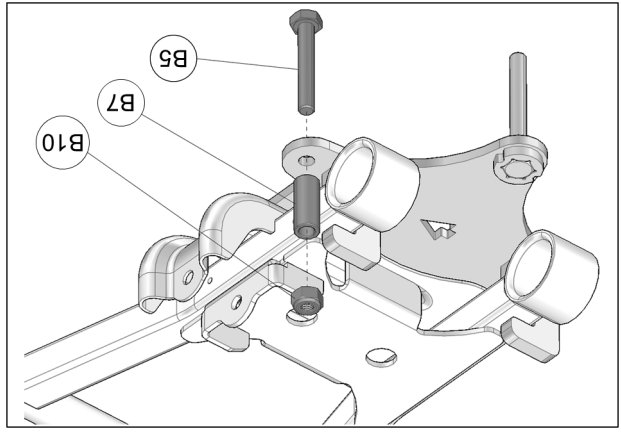

Fig. 7
6. Insérer le boulon M10x65mm (B5) au trou de l'ancrage en ligne avec les ouvertures en « C », insérer l'espaceur (B7), l'écrou (B10) au boulon et serrer l'assemblage à un couple de 50 N•m [37 lb•p]. Voir la Fig. 7